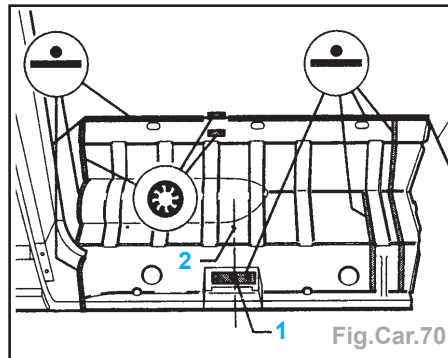

Fig.Car.70
- Fixer la tôle-cloison, le trou dans la tôle-cloison (1) devant coïncider avec le trou (2) dans le marchepied (Fig.Car.70).